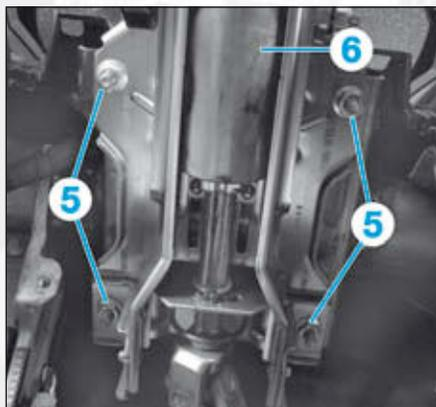

FIG.10
- les écrous (5) (Fig.10),
- la colonne de direction (6).